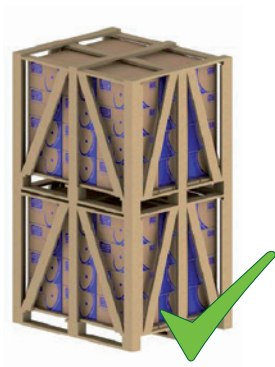
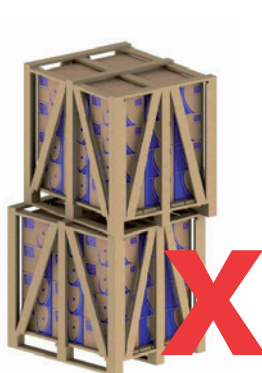

Figura 26 - Apilamiento adecuado
Figura 27 - Apilamiento inadecuado
- 2) Posicione correctamente un embalaje sobre el otro (ver Figura 26 y Figura 27);